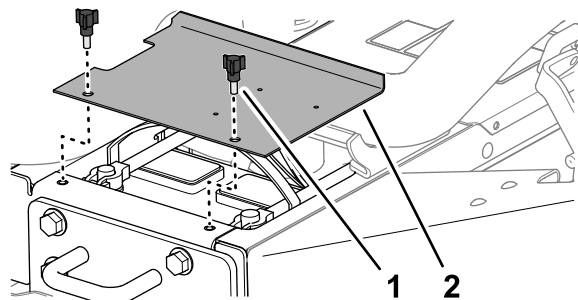

Figura 52
1. Abra los cierres de los lados izquierdo y derecho del capó (Figura 52).